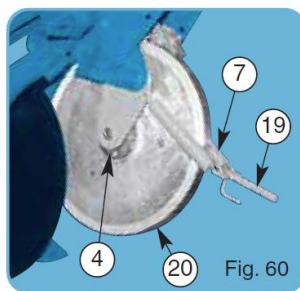

Fig. 60
- Zamontować 2 sprężyny **(7)**, umieścić je na uchwycie **(4)** (fig. 60). Przestrzegać kierunku orientacji końcówki regulacji **(19)**.